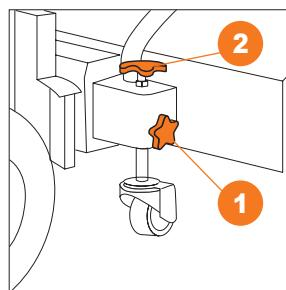

Рис. 10
- Ослабьте боковую ручку ① (Рис. 10).
- Поверните верхнюю ручку ② по часовой стрелке для подъема и против часовой стрелки для опускания щетки (Рис. 10).
- Выбрав нужное положение, зафиксируйте ручку ① (Рис. 10).